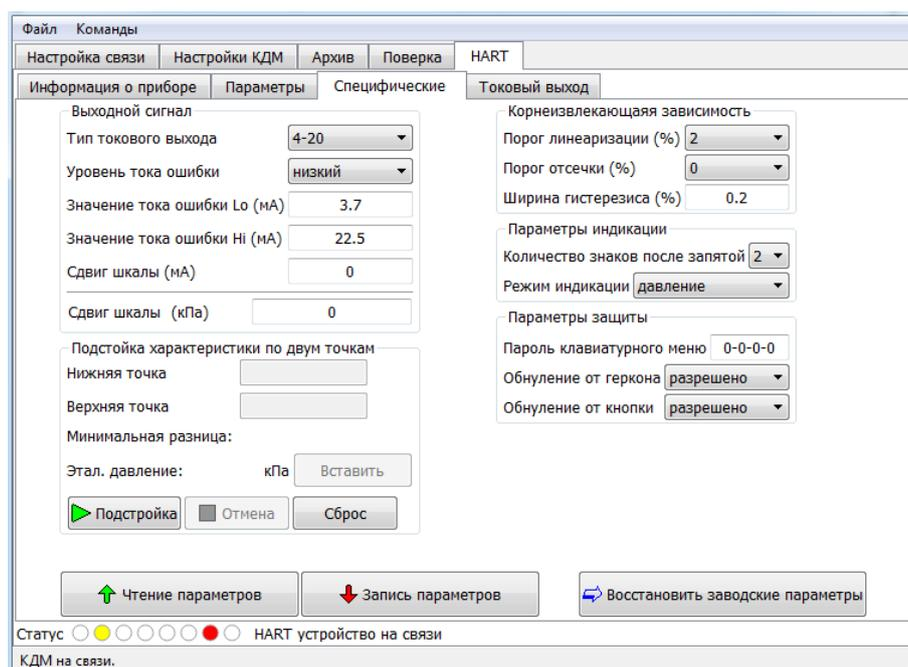

Рис.15 Вкладка «Специфические»
19.4.4.1 Вкладка «**Специфические**» содержит функциональные кнопки и параметры, специфические для HART-приборов компании НПП «ЭЛЕМЕР» (Рис.15).